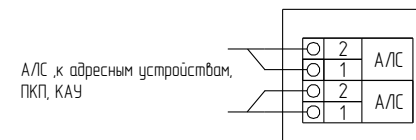

Рисунок 4
6.9 Подключить провода АЛС к клеммной колодке (рисунок 4). Номинальное сечение проводов АЛС от 0,35 до 1,5 мм².